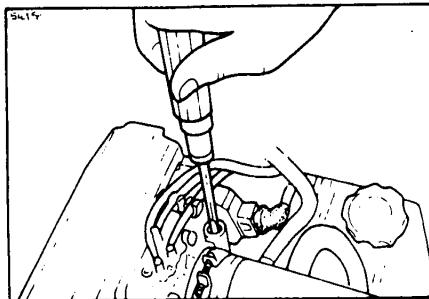

Рис. 2 Регулировка оборотов холостого хода
- Отрегулируйте обороты холостого хода поворотом винта, расположенного на байпасном канале (рис. 2).